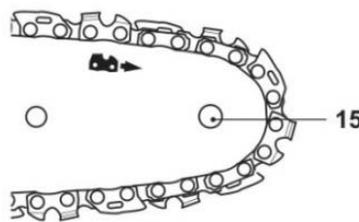

Fig. 7
7. Le sens de rotation de la chaîne est indiqué par la flèche (Fig. 7). Assurez-vous que la chaîne est correctement en place sur le pignon de chaîne (15) sur le guide-chaîne (13).